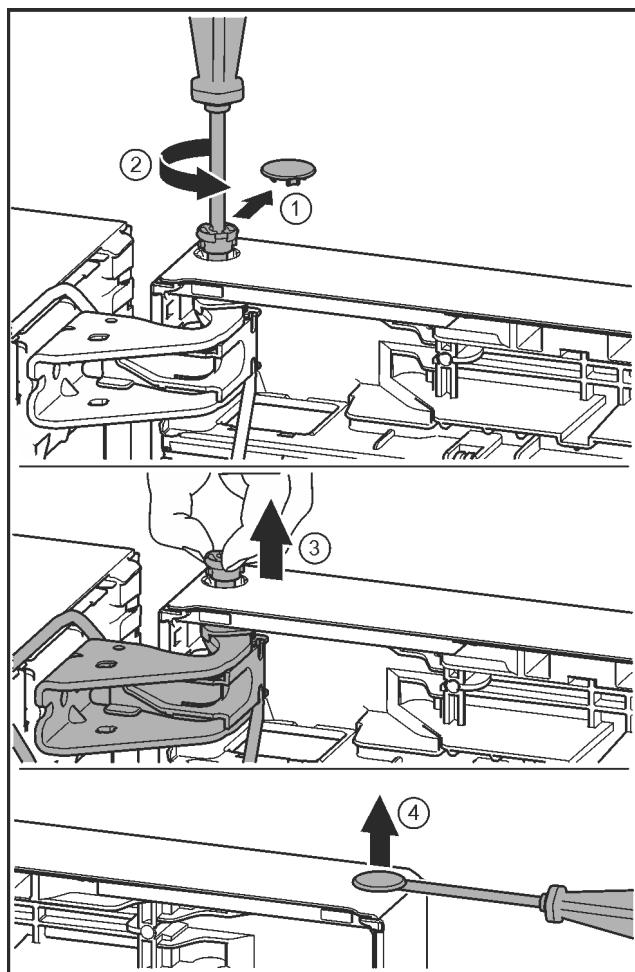

Fig. 26
- Обережно зніміть запобіжну кришку. Fig. 26 (1)
- Трохи викрутіть гвинт за допомогою викрутки T15. Fig. 26 (2)
- Притримуйте дверцята і витягніть палець руками. Fig. 26 (3)
- За допомогою шліцевої викрутки обережно підйміть пробку із опорного втулка дверцят та витягніть її. Fig. 26 (4)